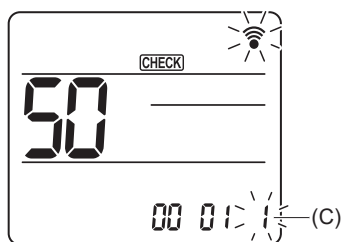

Fig. 6-22
Utilice el botón **↓** para cambiar el número de ajuste (C). (Fig. 6-22)